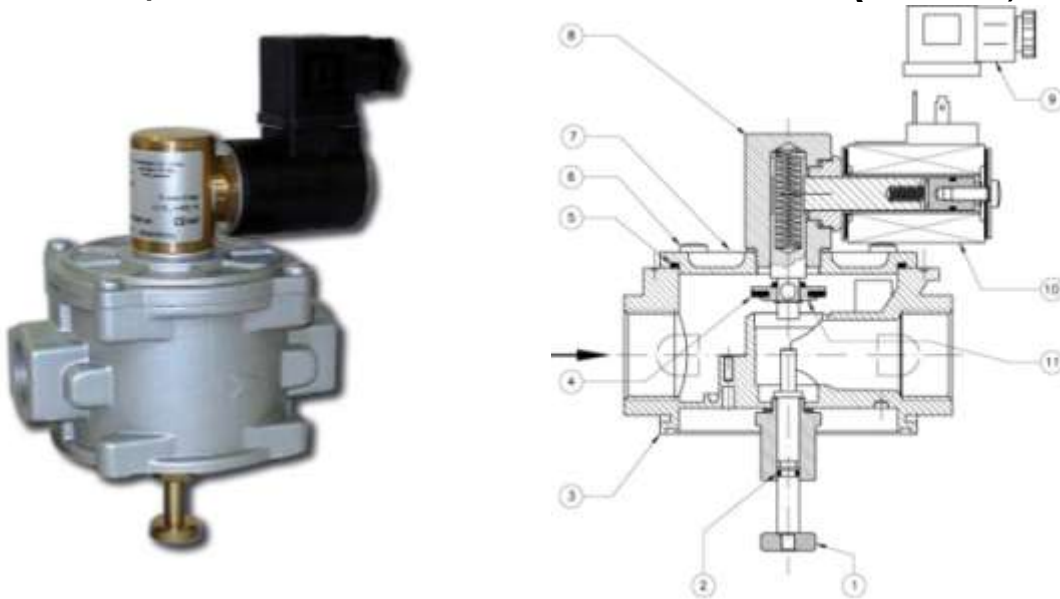

Рис. 3
Клапан (Рис. 3) состоит из: стержень механизма возврата (1); уплотнительное кольцо (2); корпус (3); уплотняющая прокладка (4); верхнее уплотнительное кольцо (5); винты крепления (6); крышка (7); латунный блок (8); электрический контакт (9); электрическая обмотка (10); затвор (11).